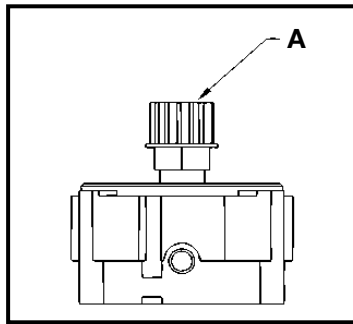

Fig. 7
2. Assemblez la poulie d'entraînement (A) Fig. 7 sur l'arbre du moteur et serrez fermement.